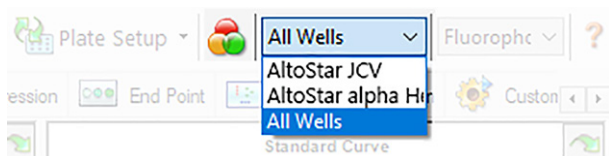

Abb. 4: Schaltfläche und Dropdown-Menü Well Group (Well-Gruppe)
Achten Sie darauf, im Fenster Data Analysis (Datenanalyse) die **Well Group** (Well-Gruppe) des AltoStar® JCV PCR Kit 1.5 auszuwählen. Klicken Sie dazu auf das Dropdown-Menü **Well Group** (Well-Gruppe) rechts neben der Schaltfläche **Well Group** (Well-Gruppe) (siehe Abbildung 4) in der Menüleiste. Verwenden Sie nicht die „All Wells“ (Alle Wells) **Well Group** (Well-Gruppe). Die Auswahl in Abbildung 4 wird als allgemeine Beispielansicht verwendet.
1. Achten Sie darauf, im Fenster Data Analysis (Datenanalyse) die **Well Group** (Well-Gruppe) des AltoStar® JCV PCR Kit 1.5 auszuwählen. Klicken Sie dazu auf das Dropdown-Menü **Well Group** (Well-Gruppe) rechts neben der Schaltfläche **Well Group** (Well-Gruppe) (siehe Abbildung 4) in der Menüleiste.